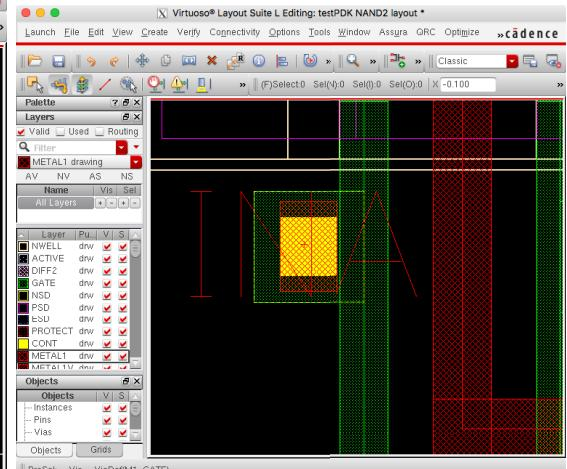

図 19: ラベルの作成
19. 最後に各端子へのラベル作成を行う。このままではどの配線が回路図のどの端子に対応しているかツールは分かってくれないため適切に端子名を付けてあげる。先ほど作成した回路図上に配置した端子名 (VDD、VSS、INA、INB) を一つずつレイアウト上に配置していく。レイヤ選択部分で METAL1 を選択した状態で 1 キー (Label) を押し、立ち上がる Create Label ウィンドウで Label 欄にまずは INA と入力し、Height 欄に見やすさのため 0.2~0.4 程度の値を入力する。INA と INB はトランジスタのゲートへの入力信号であるので、先ほど配置したゲートコンタクトの METAL1 部分をクリックしてラベルを配置する。図 19 に INA のラベルを作成した例を示す。同様に INB を反対側のゲートコンタクトに配置し、VDD を最上部の M1\_NACT の METAL1 部分に、VSS を最下部の M1\_PACT の METAL1 部分に配置する。これでレイアウトが完成する。